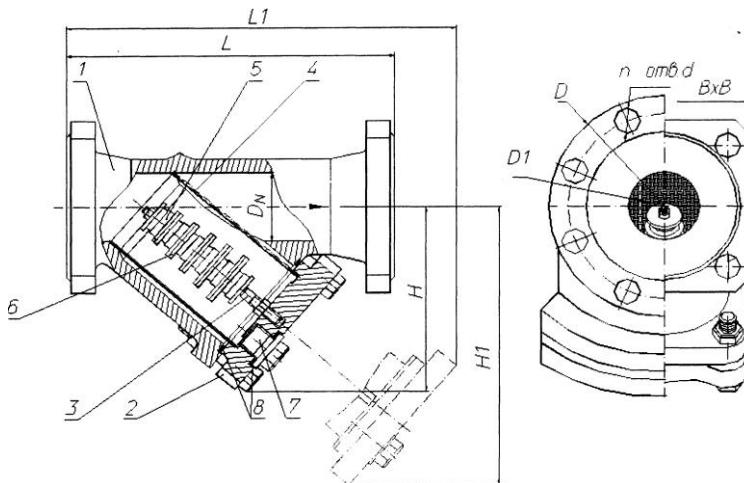

Рис. 1
- 4.1. Фильтр состоит из следующих основных деталей (см. рисунок 1):